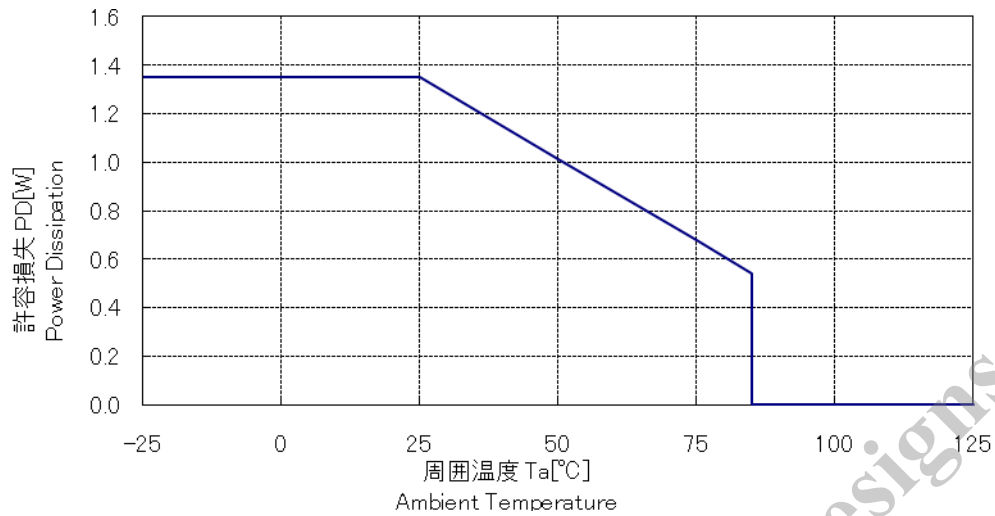

図 6 NR120E シリーズ 熱減定格
(7) 図 6 に示す熱減定格以内で使用する必要があります。